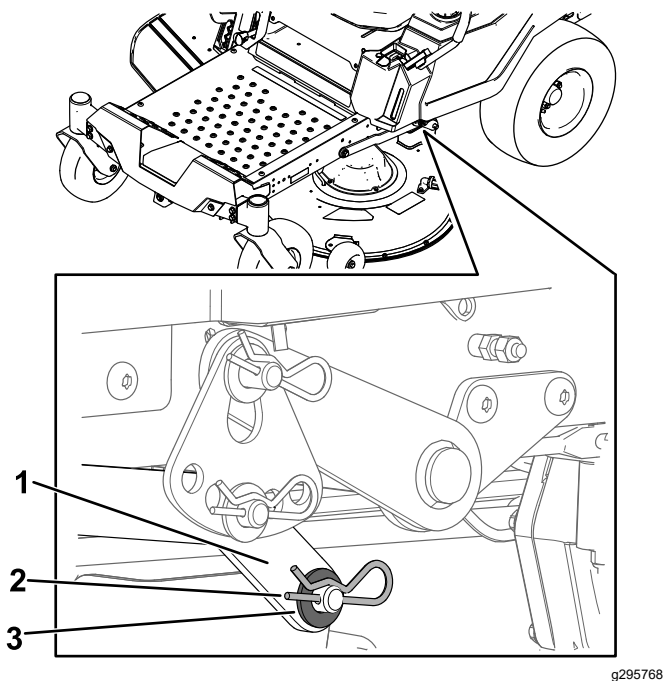

Bild 71
8. Entfernen Sie den Hubarm vom Mähwerksstift (Bild 71).
5. Heben Sie auf einer Seite der Maschine die Rückseite des Mähwerks an und montieren Sie den Hubarm am Mähwerksstift (Bild 71).
6. Montieren Sie den Hubarm mit der Unterlegscheibe und dem Splint (Bild 71).